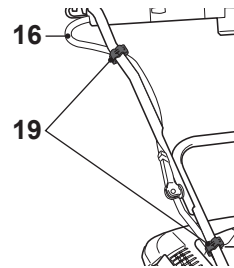

Fig. 4
- > Fixez le câble de contrôle (16) avec les serre-câbles (19) (Fig. 4).